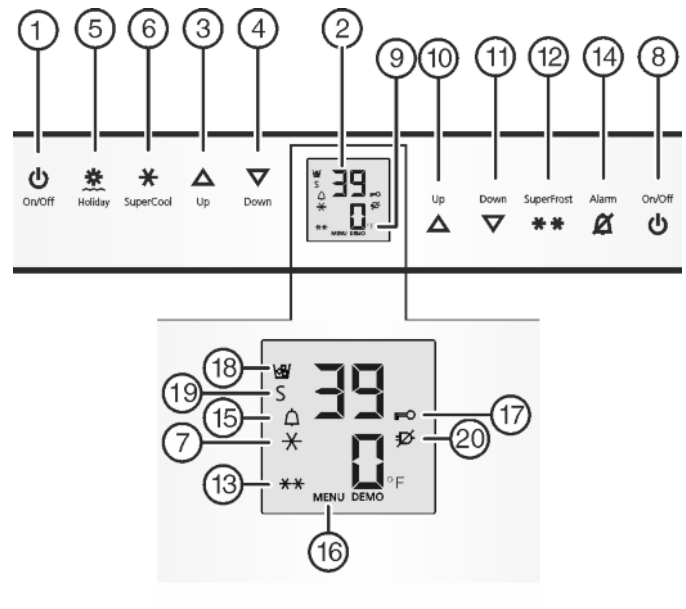

Fig. 3
- ▶ Pulse la tecla On/Off del compartimento congelador *Fig. 3 (8)*.
- ▶ Pulse la tecla On/Off del compartimento congelador *Fig. 3 (1)*.
- ▷ El compartimento frigorífico y BioFresh se han conectado: el indicador de temperatura del compartimento frigorífico *Fig. 3 (2)* se ilumina. Al abrir la puerta del compartimento frigorífico, se enciende la iluminación interior.
- ▶ Activación del modo de ajuste: pulse la tecla SuperFrost *Fig. 3 (12)* durante 5 seg. aproximadamente.
- ▷ El símbolo de menú *Fig. 3 (16)* se ilumina.
- ▶ Utilice la tecla de ajuste Up del compartimento congelador *Fig. 3 (10)* la tecla de ajuste Down del compartimento congelador *Fig. 3 (11)* para seleccionar °.
- ▶ Confirmación: Pulse la tecla SuperFrost *Fig. 3 (12)* brevemente.
- ▶ Utilice la tecla de ajuste Up del compartimento congelador *Fig. 3 (10)* la tecla de ajuste Down del compartimento congelador *Fig. 3 (11)* para seleccionar °F o °C.
- ▶ Desactivación del modo de ajuste: Pulse la tecla On/Off *Fig. 3 (8)* del compartimento congelador.
- ▶ Activar el modo de ajuste: pulse la tecla SuperFrost *Fig. 3 (12)* durante aprox. 5 s.
- ▶ Con la tecla de ajuste Up del compartimento congelador *Fig. 3 (10)* o la tecla de ajuste Down del compartimento congelador *Fig. 3 (11)*, seleccione **⏏**.
- ▶ Pulse brevemente la tecla SuperFrost *Fig. 3 (12)* para confirmar.
- ▶ Para activar el bloqueo contra la manipulación por niños, pulse brevemente la tecla SuperFrost *Fig. 3 (12)*.
- ▷ El símbolo del bloqueo contra la manipulación por niños *Fig. 3 (17)* se ilumina. En el indicador parpadea **c**.
- ▶ Para desactivar el bloqueo contra la manipulación por niños, pulse brevemente la tecla SuperFrost *Fig. 3 (12)*.
- ▷ El símbolo del bloqueo contra la manipulación por niños *Fig. 3 (17)* se apaga. En el indicador parpadea **c**.
- ▶ Desactivar el modo de ajuste: pulse la tecla On/Off del compartimiento congelador *Fig. 3 (8)*.
- ▶ Pulse la tecla Alarm *Fig. 3 (14)*.
Simultáneamente, parpadea la indicación de temperatura y el símbolo de alarma *Fig. 3 (15)*.
El tono de aviso se desactiva automáticamente, el símbolo de alarma *Fig. 3 (15)* se apaga y la indicación de temperatura deja de parpadear cuando la temperatura vuelve a descender lo suficiente.